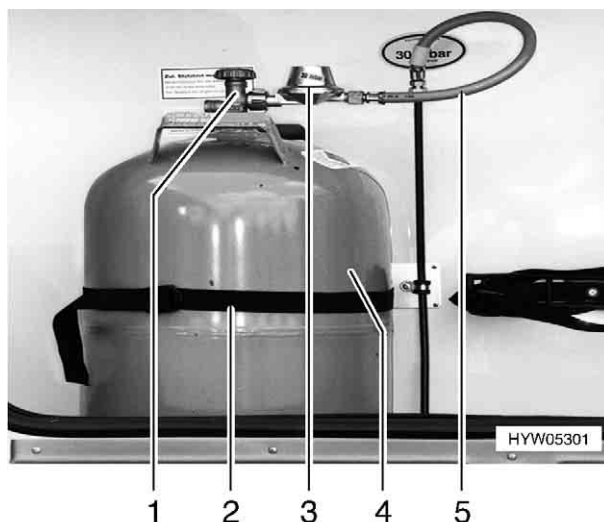

Fig. 59 Vano portabombole
- Chiudere la valvola principale di arresto (Fig. 59,1) della bombola del gas (Fig. 59,4). Osservare la direzione della freccia.
- Svitare a mano il regolatore di pressione del gas (Fig. 59,3), con tubo (Fig. 59,5), dalla bombola del gas (filettatura sinistrorsa).
- Allentare la cinghia di fissaggio (Fig. 59,2) ed estrarre la bombola del gas.